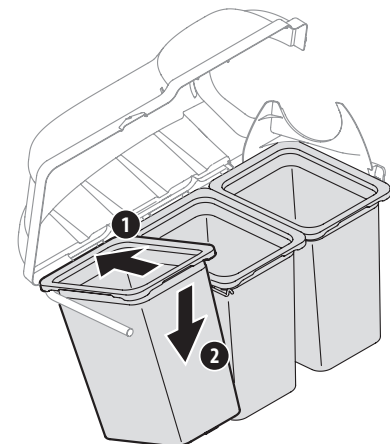

Figura 14
8. Instale los conjuntos de bolsas de césped (664-05104) con el panel de malla apretado orientado hacia el tractor, sobre las ménsulas de soporte de las bolsas insertando el borde delantero primero, como se muestra en 1 de la Figura 14, y ajustando el borde posterior hacia abajo (2) hasta que calce en el conjunto.